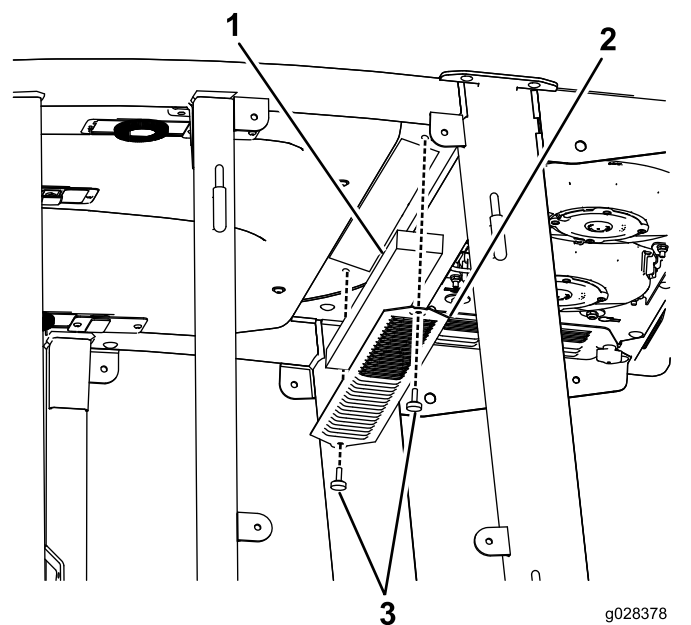

Figure 106
3. Déposez le toit de la cabine en retirant les 22 boulons de fixation du toit (Figure 106).
4. Déposez les filtres à air (Figure 106).
5. Déposez et nettoyez les serpentins de climatisation (Figure 106).